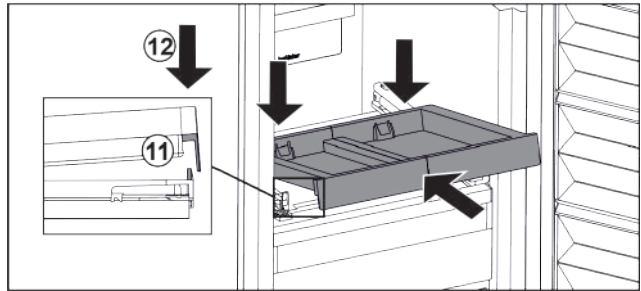

Fig. 27
- ▶ Вставити навкоси. Звертайте увагу, щоб з обох боків упор був за накладкою. Fig. 27 (11)
- ▶ Витяжну панель опустити спереду. Fig. 27 (12)